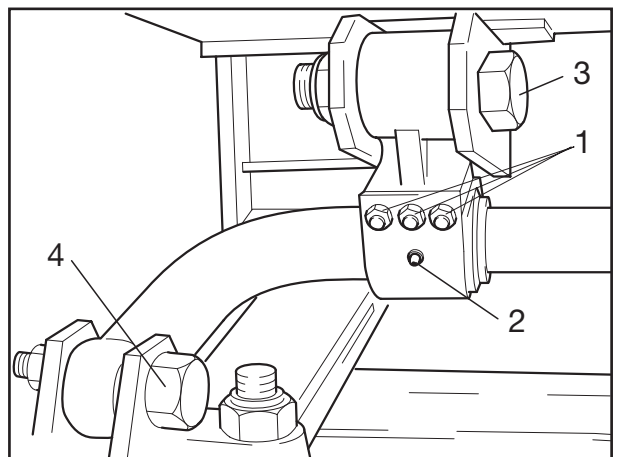

Fig. 9
- [15] Befestigungsschrauben (Fig. 9/1) des Formblechs einschieben, neue Sicherungsmuttern aufschrauben und mit dem vorgeschriebenen Anziehdrehmoment von 53 Nm festziehen.
- [16] Lagerung durch den Schmiernippel (Fig. 9/2) mit BPW Spezial-Langzeitfett ECO-LiPlus abschmieren.
- [17] Sicherungsmuttern der Sechskantschrauben (Fig. 9/3 und 9/4) mit dem vorgeschriebenen Anziehdrehmoment von:
[15] Insert securing bolts (Fig. 9/1) through the shaped plate, screw on new locking nuts and tighten to the specified torque of 53 Nm.
[15] Faire entrer les vis de fixation (fig. 9/1) de la tôle de raccordement, visser les nouveaux écrous de sûreté et serrer au couple de serrage prescrit de 53 Nm.
[16] Graisser le palier à l'aide du graisseur (fig. 9/2) avec de la graisse spéciale BPW longue durée ECO-LiPlus.
[17] Tighten the lock nuts of the hexagon bolts (Figs. 9/3 and 9/4) to the specified torque of 750 Nm (700 - 825 Nm).
[17] Serrer les écrous de sûreté des vis à six pans (fig. 9/3 et 9/4) au couple de serrage prescrit de 750 Nm (700 - 825 Nm).